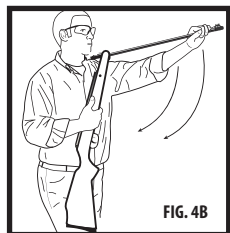

FIG. 4B
- Rapidement et fermement, abaissez la bouche du canon aussi loin que nécessaire jusqu'au point où le mécanisme d'armement s'enclenche (Fig. 4B).